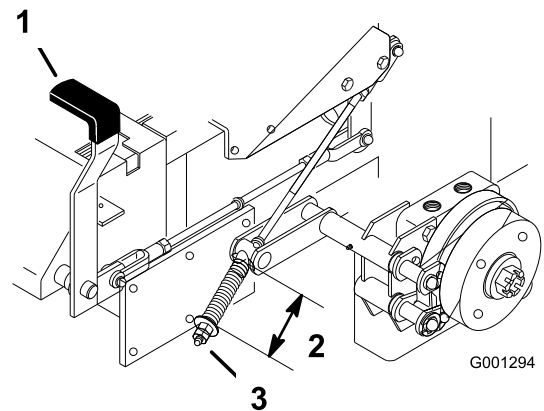

Bild 59
2. Messen Sie die Länge der Feder. Der Abstand zwischen den Scheiben sollte 64 mm betragen (Bild 59).
3. Falls Sie eine Einstellung vornehmen müssen, lockern Sie die Klemmmutter unterhalb der Feder und ziehen Sie die Mutter direkt unter dem Joch an (Bild 59). Drehen Sie die Mutter, bis Sie den korrekten Messwert erhalten. Drehen Sie die Muttern nach rechts, um die Federlänge zu verkürzen und nach links, um die Federlänge zu erhöhen.